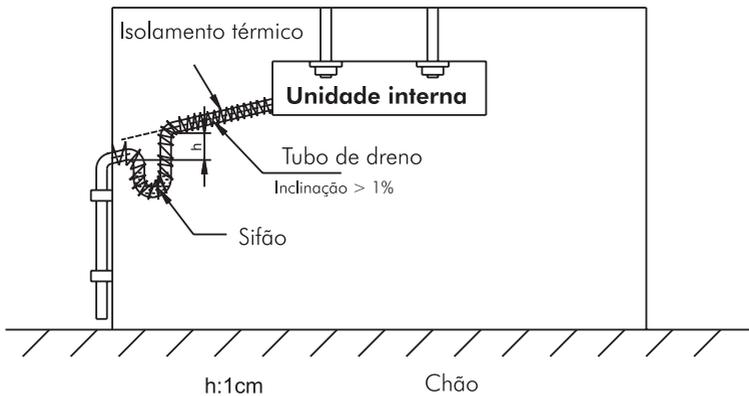

Fig. 12
- Depois que o tubo de dreno for instalado, um teste de vazamento deve ser feito. Assegure-se de que não haja vazamento e que o dreno esteja regular. (Consulte a Fig. 12).